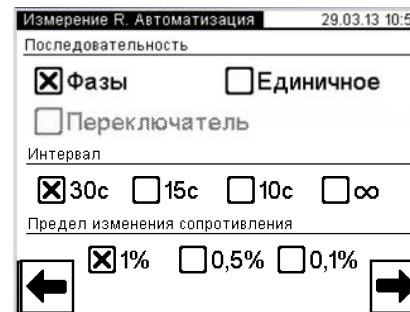
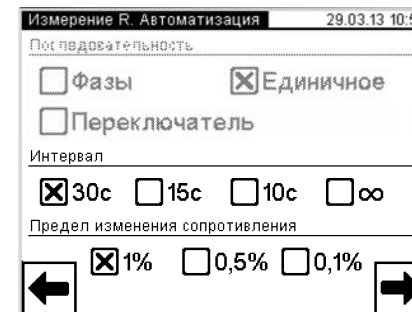
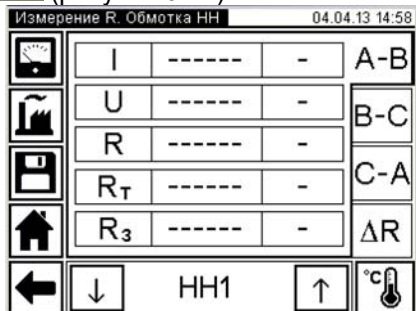

Рисунок 6.18
Рисунок 6.19
Рисунок 6.22
Если в окне "Измерение R. Тестовый ток" (рисунок 6.15) был выбран вариант "Другое значение", то после нажатия кнопки  на экране появится окно "Измерение R. Ввод тестового тока" (рисунок 6.16). Ввести другое значение тестового тока, для чего нажать в поле "I" в окне "Измерение R. Ввод тестового тока" и ввести данные в поле для ввода, нажимая соответствующие кнопки с цифрами (рисунок 6.16). При необходимости воспользоваться кнопкой  – удаление символа перед курсором. По окончании ввода для перехода в окно "Измерение R. Автоматизация" нажать кнопку  (рисунок 6.16). Если измеряется сопротивление обмоток трехфазного трансформатора, то на экране появится окно (рисунок 6.17), если однофазного трансформатора – окно (рисунок 6.18).
12) При измерении сопротивления обмоток трехфазного трансформатора необходимо выбрать вариант последовательности выполнения измерений. Для выбора варианта автоматического последовательного измерения сопротивления всех фаз трансформатора нажать в поле "Фазы" в окне "Измерение R. Автоматизация" (рисунок 6.18). Вариант "Единичное" целесообразно использовать для повторного измерения сопротивления одной и той же обмотки.
на кнопку  (рисунок 6.18 или рисунок 6.19). Если измеряется сопротивление обмоток трехфазного трансформатора, то на экране появится окно (рисунок 6.20), если однофазного трансформатора – окно (рисунок 6.21), если трансформатора с расщепленной обмоткой – окно (рисунок 6.22)
17) Если измеряется сопротивление обмоток трансформатора с расцепленной обмоткой, то необходимо ввести заводские значения сопротивления R_3 и температуры T_3 , текущее значение температуры T для обмотки НН2, для чего в окне "Измерение R. Обмотка НН" (рисунок 6.22) нажать на кнопку  и перейти в окно (рисунок 6.23), затем выполнить п.п.14-15.
Если в окне "Измерение R. Автоматизация" (рисунок 6.18) был выбран вариант "Фазы", то нажать кнопку  в этом окне. Измеритель выполнит последовательно измерение сопротивлений обмоток трех фаз. На экране появится окно, демонстрирующее установку тестового тока (рисунок 6.27), динамику процесса измерения (рисунок 6.28), а затем – динамику разряда энергии, накопленной в трансформаторе (далее – разряд энергии) (рисунок 6.29). В завершение на экране появятся результаты измерения (рисунок 6.30). Для просмотра полученных результатов поочередно нажать на вкладках "A-B", "B-C", "C-A", "ΔR".
Если в окне "Измерение R. Автоматизация" (рисунок 6.18) был выбран вариант "Единичное", то для выполнения измерения нажать на вкладке с названием обмотки, сопротивление которой будет измеряться, например "B-C", а затем на кнопку . После отображения последовательности окон (рисунки 6.27-6.29) на экране появятся результаты измерения обмотки (рисунки 6.30-6.31).